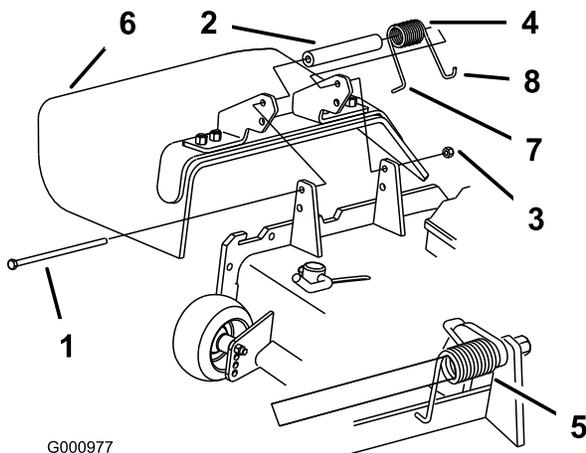

Figure 90
1. Retirez le contre-écrou, le boulon, le ressort et l'entretoise qui fixent le déflecteur aux supports de pivot (Figure 90). Enlevez le déflecteur s'il est endommagé ou usé.
Remarque: Prenez soin de placer l'extrémité en L du ressort derrière le bord du tablier avant de mettre le boulon en place, comme indiqué à la Figure 90.
3. Remettez le boulon et l'écrou. Accrochez l'extrémité en J du ressort au déflecteur d'herbe (Figure 90).